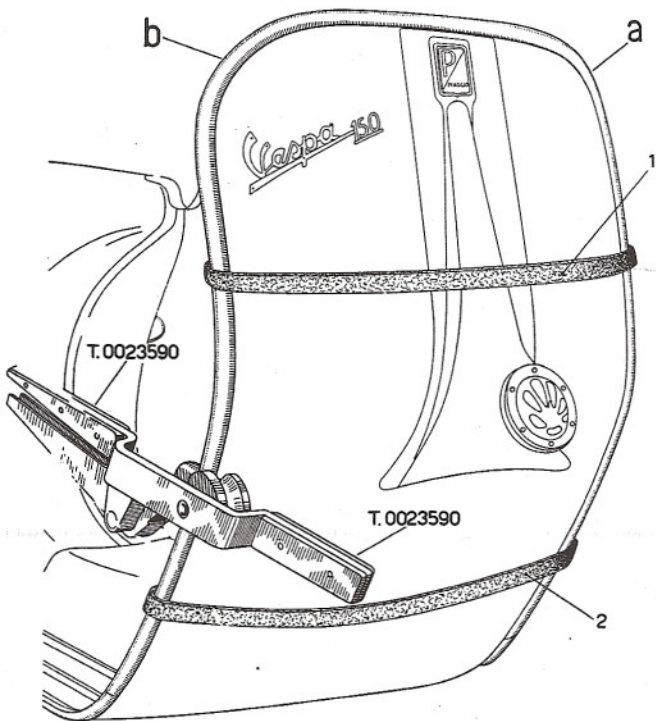

Fig. 36/D - Applicazione bordo scudo
- Serrare con forza il bordo mediante strisce o cinghie, come illustrato in fig. 36/D.
- Con l'attrezzo T.0023590 iniziare la rullatura della zona superiore dello scudo, partendo da « a » fino a « b » (ved. figura). Togliere quindi la legatura (1).
- Proseguire la rullatura dalle due parti fino alla legatura (2).
- Togliere la legatura (2) e completare la rullatura. Qualora si presentassero lungo il bordo delle piccole grinze o una non perfetta aderenza allo scudo in qualche punto, agire su tali zone con il martello di gomma e passare nuovamente l'attrezzo T.0023590.